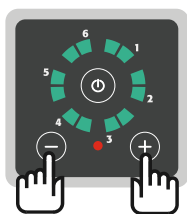

Fig. 9: Przycisk obsługowy + i -
7. Naciskać równocześnie przyciski obsługowe „+” i „-” przez 5 sekund (Fig. 9).